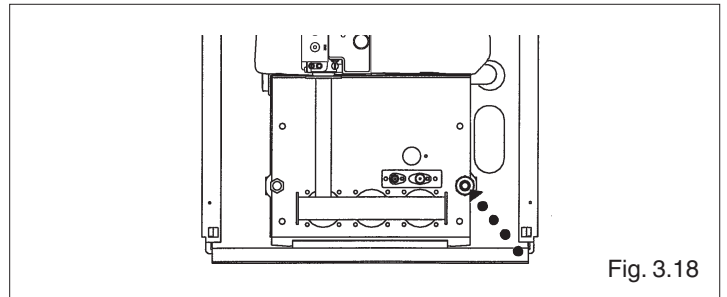

Fig. 3.18
- collegare un tubo di gomma al portagomma del rubinetto di scarico ed aprire il rubinetto (fig. 3.18).